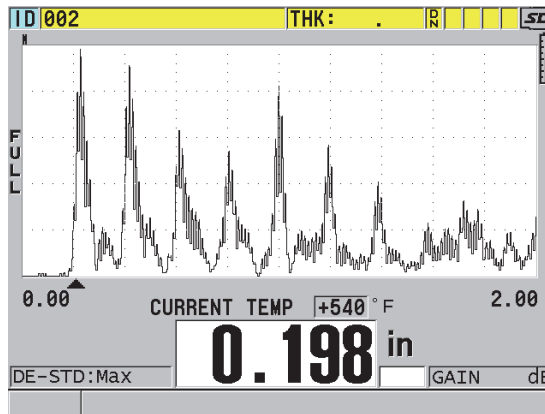

Abbildung 10-19 Anzeige von Daten mit Temperaturkorrektur
4. Mit Taste [MEAS] gelangen Sie mit aktivierter Temperaturkorrektur zurück zum Messfenster (siehe Abbildung 10-19 auf Seite 187). Die gemessenen Dicken werden nun anhand der unter **JUSTIERTEMP**, **AKTUELLE TEMP** und **TEMP-KOEFFIZIENT** eingegebenen Werte für die Temperatur korrigiert.